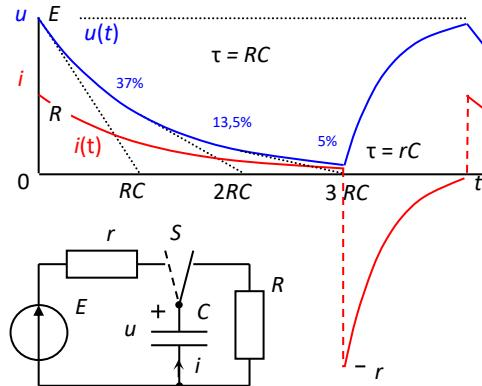

Рисунок 1 Графики разрядки и зарядки конденсатора
Переключим S (рис. 1) влево, направление тока i будем условно считать прежним, $i = -C du/dt$. При этом напряжение конденсатора будет $u = E + r i = E - rC du/dt$. Алгебраизируем дифференциальное уравнение, заменяя: производную du/dt на показатель p , переменную u на единицу 1, а постоянный член E на ноль. Получим характеристическое уравнение $1 = -rCp$, корень которого $p = -1/rC$. Решение будем искать в виде суммы свободной составляющей (экспоненты) и принуждённой составляющей (константы): $u = A e^{pt} + const$ (5)